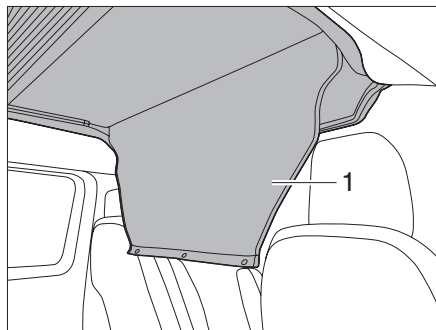

Bild 31 Rulla in täckpanelen
► Öppna och rulla upp täckpanelen (Bild 31,1).